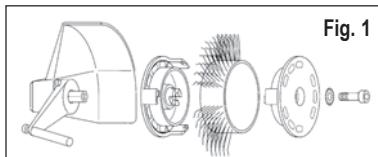

Fig. 1
3. Bryt tryklufttilførselen før du setter **MBX®** Bristle Blaster® båndet på 23 mm eller 11 mm på verktøyet med festesystemet (pass på løperetringen), den tilhørende stjerneskiven og en skrue. Se fig. 1 og 2.